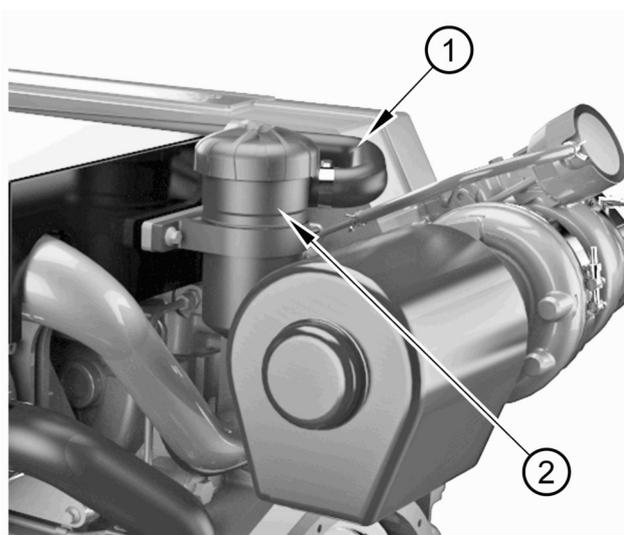

Figura 23
Attenzione: Non esercitare una forza eccessiva per scollegare il flessibile (figura 23 voce 1) dalla tubazione di uscita dello sfiato.
1. Rimuovere il flessibile (figura 23 voce 1) dal corpo dello sfiato del motore (figura 23 voce 2).